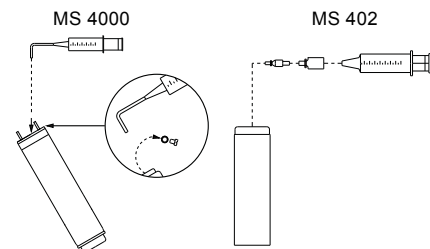

Рис. 3 Положення електродвигуна під час заливання рідини - MS 4000 та MS 402
1. Встановіть заглибний насос, як показано на рис. 3. Гвинт заливного отвору має розташовуватись у найвищій точці електродвигуна.
3. Вприскуйте рідину в електродвигун за допомогою наливного шприца (рис. 3), поки рідина не почне виливатися із заливного отвору.